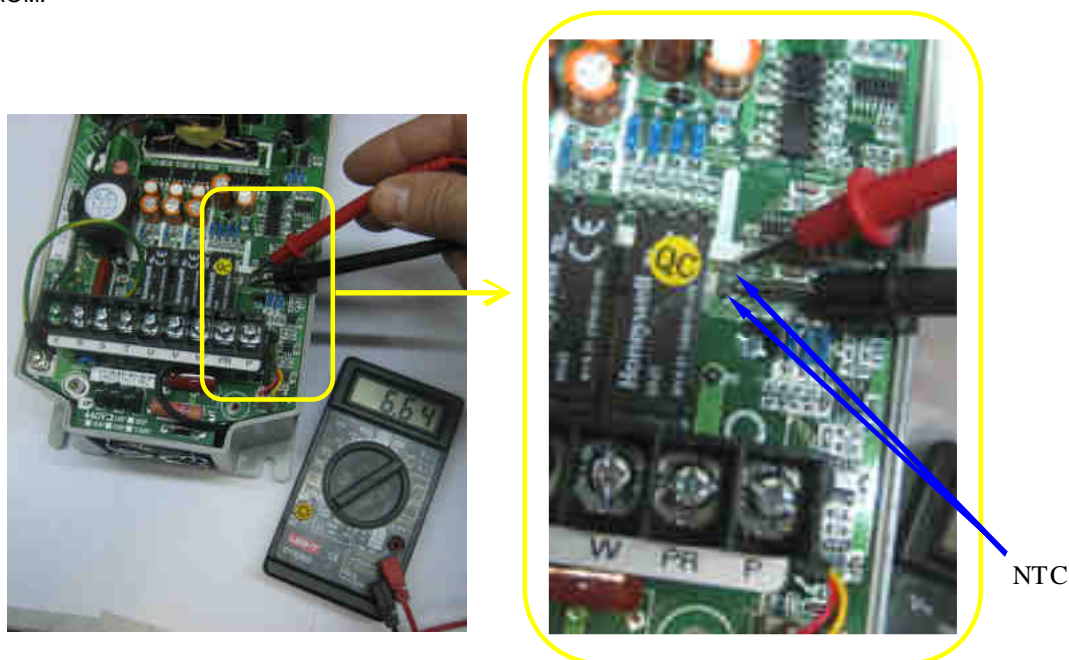

Рис. 4.10. Проверка исправности термодатчика матрицы IGBT.
4.6.10. Проверить исправность термодатчика матрицы IGBT. Установить измерительный прибор в режим измерения сопротивления на пределе 20 кОм. Измерить сопротивление цепи на плате драйверов между контактами матрицы, обозначенными NTC, как показано на рис. 4.10. Сопротивление при температуре окружающей среды +20°С должно быть в пределах от 6 до 7 кОм.
4.7.2. Подать напряжение питания 3Ф ~380 В на преобразователь (или 1Ф ~220 В при использовании трансформатора 220/380, согласно рис. 4.10). Установить опорную частоту 50 Гц и подать команду «Пуск» двигателя. Визуально проверить вращение вентиляторов.